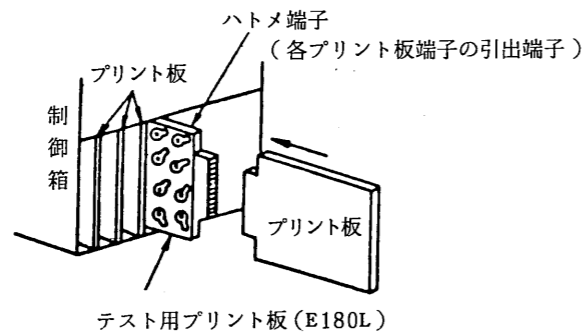

図7. テスト用プリント板の使用方法
- ◎ 各線番号の導通・電圧のチェックには、テスト用プリント板E180L（選択付属品）を利用しますと便利です。（図7参照）